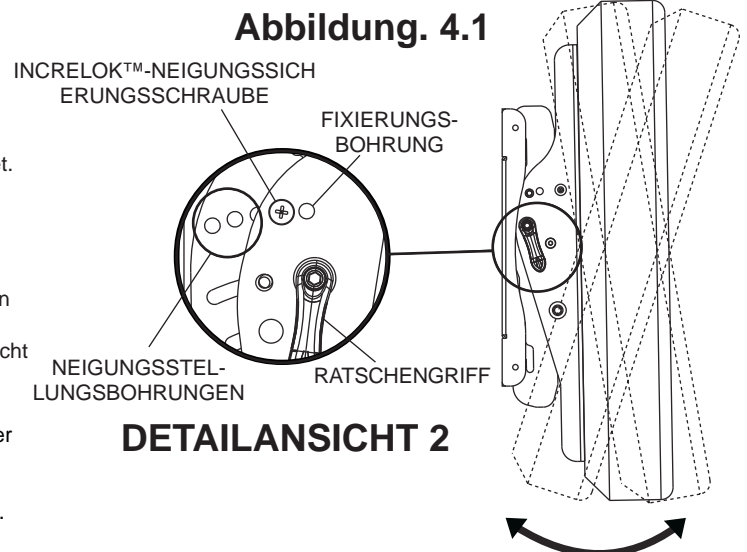

Abbildung 4.1
**Ratschengriff:** Lösen Sie den Ratschengriff (in Schritt 3 wird die Spannungseinstellung mit dem Griff erläutert). Drücken oder ziehen Sie an der Ober- bzw. Unterkante des Bildschirms, um die Neigung wie in Abbildung 4.1 dargestellt einzustellen. Die maximale Neigung beträgt 15° nach vorne bzw. 5° nach hinten.